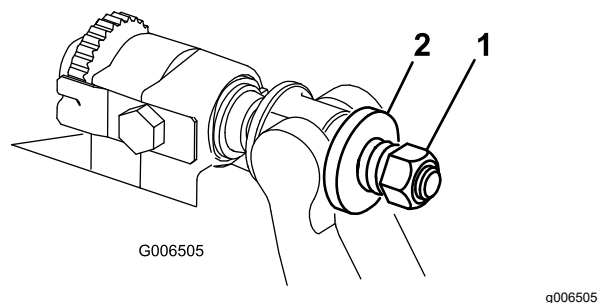

图 33
6. 旋紧弹簧加压螺母直到弹簧完全压紧然后往回松开 1/2 圈图 33。